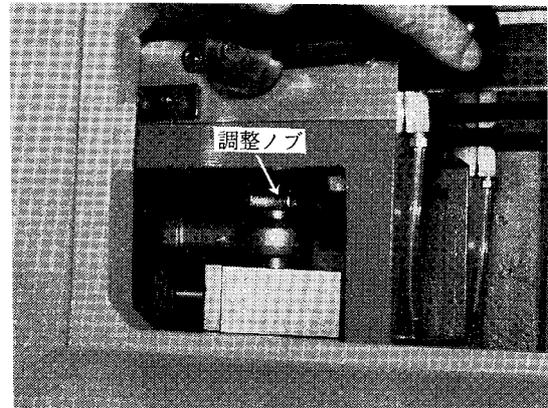

図1-11 揺動幅の調整
(3) ダイヤモンド砥石の揺動幅を砥石幅(標準15mm)より5mm小さく設定(10mmに)する(図1-11)。
- ① 砥石の揺動幅は、砥石揺動幅調整ノブを回して設定する。
- ② この操作は、揺動スイッチをOFFにして行う。